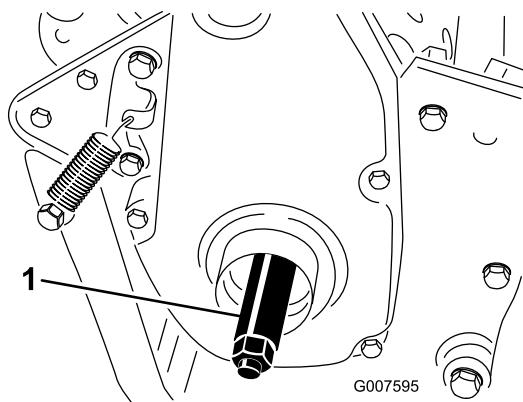

Figura 7
3. Enrosque o eixo direito da roda na polia motora do lado direito da máquina (Figura 7).